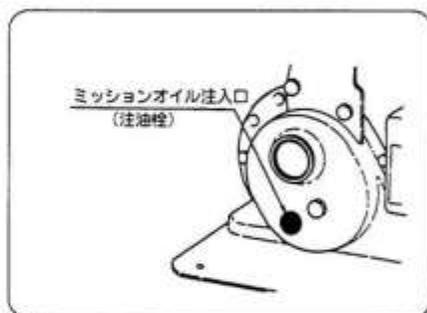

図26
2) ミッションオイル(図26・27)
2) オイル交換（22頁の図26、27参照）